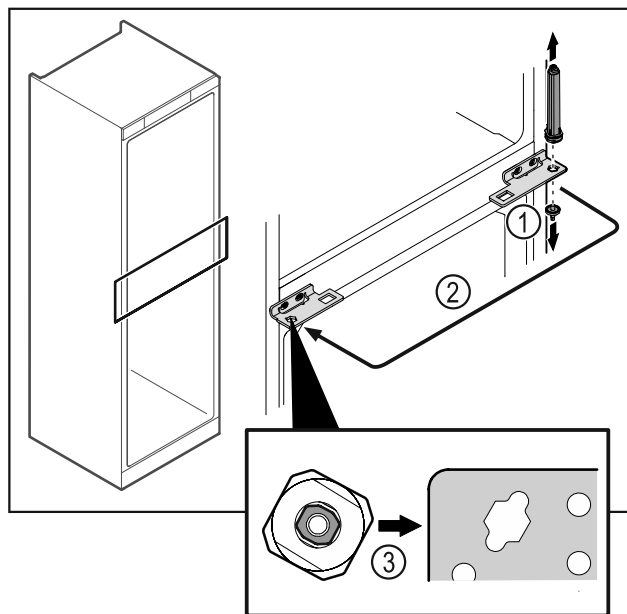

Fig. 48
- ▶ Развийте болта на пантата Fig. 48 (1).
- ▶ Преместете затварящата система на вратата Fig. 48 (2).
- ▶ При поставяне се уверете, че затварящата система на вратата е правилно подравнена Fig. 48 (3).